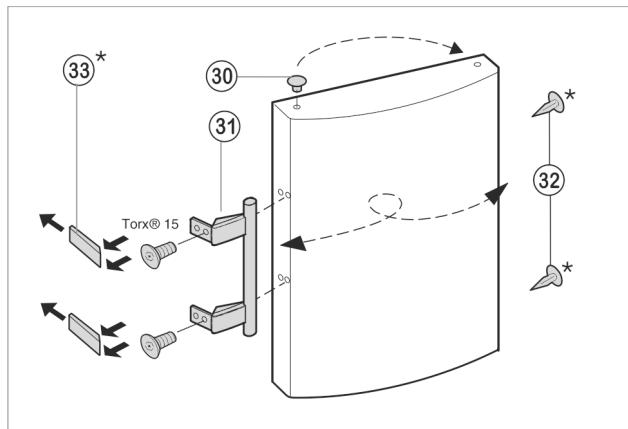

Fig. 10
- Trí Fig. 10 (30) z ložiskového puzdra dverí vyberte a premiestnite.
- Držadlo dverí Fig. 10 (31), trne Fig. 10 (32) a prítlačné platničky Fig. 10 (33) odmontujte a premiestnite na opačnú stranu.